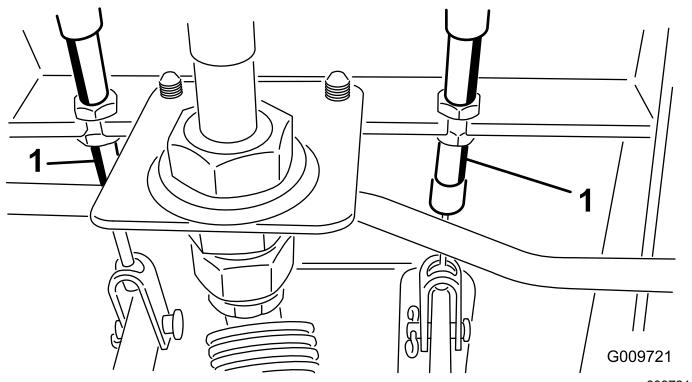

Figure 87
- A. Desserrez l'écrou avant sur l'extrémité filetée du câble de frein (Figure 87).